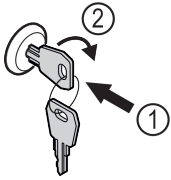

Fig. 160
- Insérer la clé Fig. 160 (1).
- Tourner la clé à 90° dans le sens horaire Fig. 160 (2).